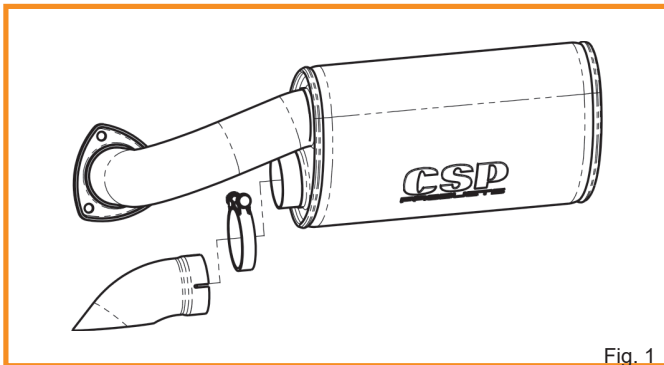

Fig. 1
- Remove the stock end tip from the Python muffler by untighten the original band clamp. Clean the muffler sleeve as necessary. (see Fig.1)
- Demontieren Sie falls vorhanden das reguläre Python Endrohr und reinigen den Anschluß des Endschalldämpfers. (siehe Fig.1)